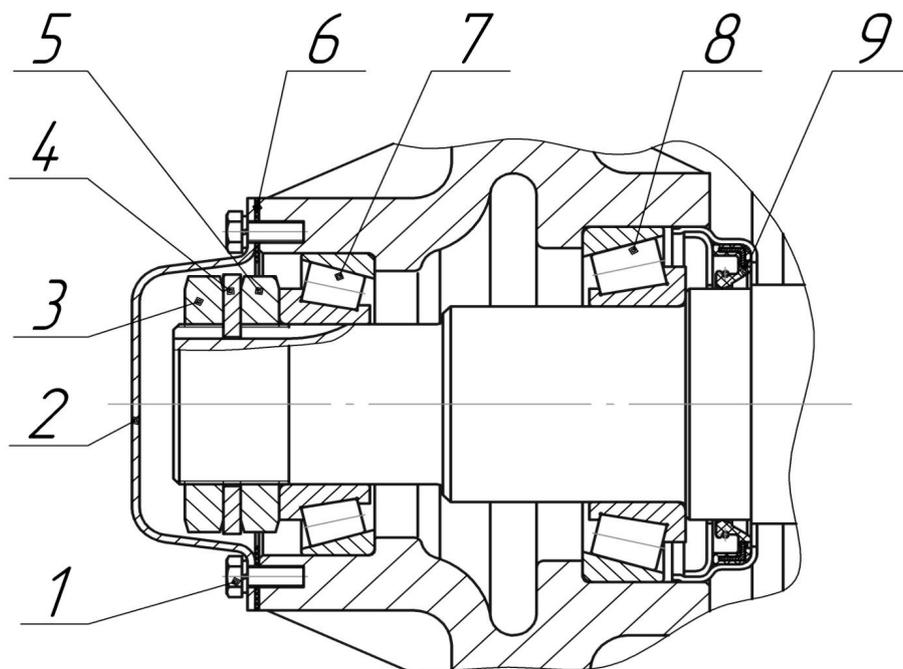

Рисунок 9 – Схема регулировки подшипников колес
- отвернуть болты 1(рисунок 9), снять крышку 2 и прокладку 6 ступицы;